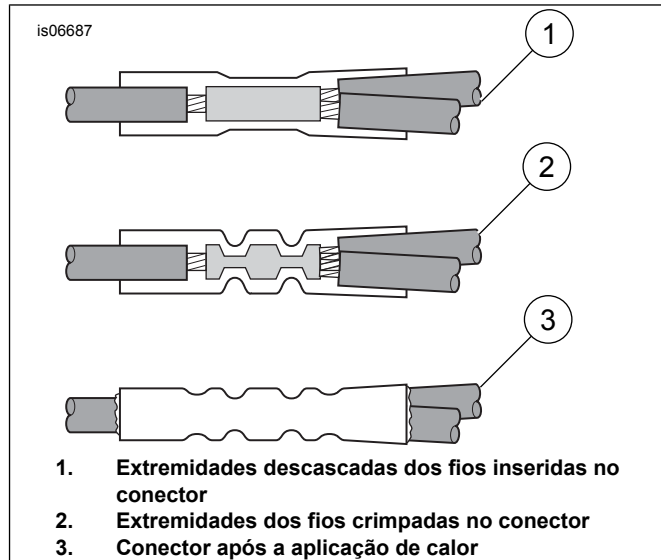

Figura 6. Instalação de conectores de luva de emenda selados
20. Consulte o anexo sobre conectores Figura 6 no Manual de serviço. Deslize o tubo termorretrátil sobre o fio preto do chicote de fios do kit e crimpe o conector elétrico no fio com uma ferramenta de crimpagem, peça N.º H-D 38125-8.
21. Traga ambos os fios da lâmpada (4) para o conector. Corte os fios, deixando aproximadamente 25 mm (1 pol.) do fio para ultrapassar o conector de luva de emenda. Corte o conduíte (5) aproximadamente 38 mm (1-1/2 pol.) antes da extremidade do fio.
23. Insira as extremidades de ambos os fios da lâmpada (4) no conector elétrico (3) e crimpe os fios no conector com a ferramenta de crimpagem.